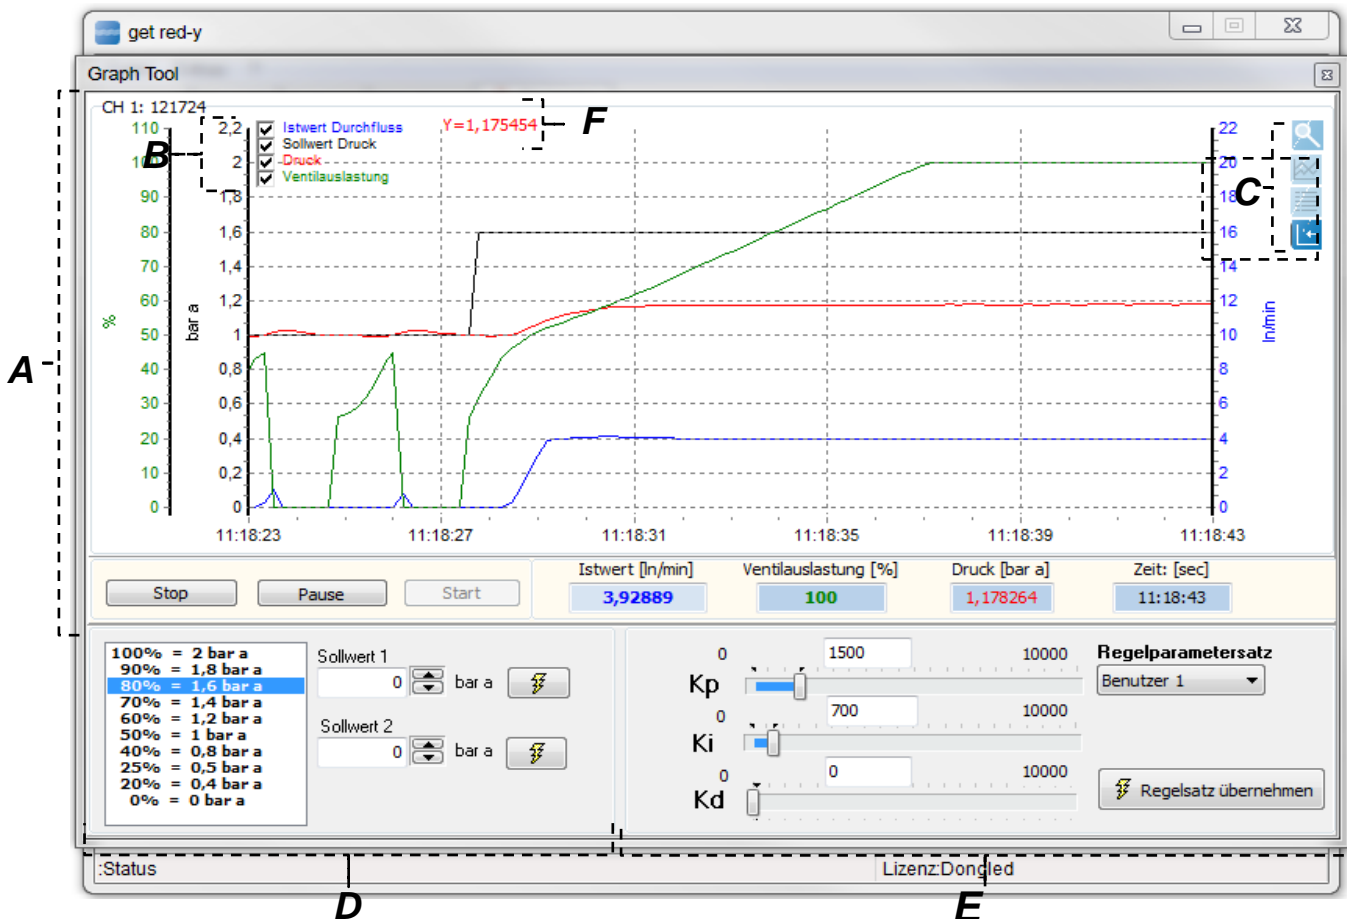
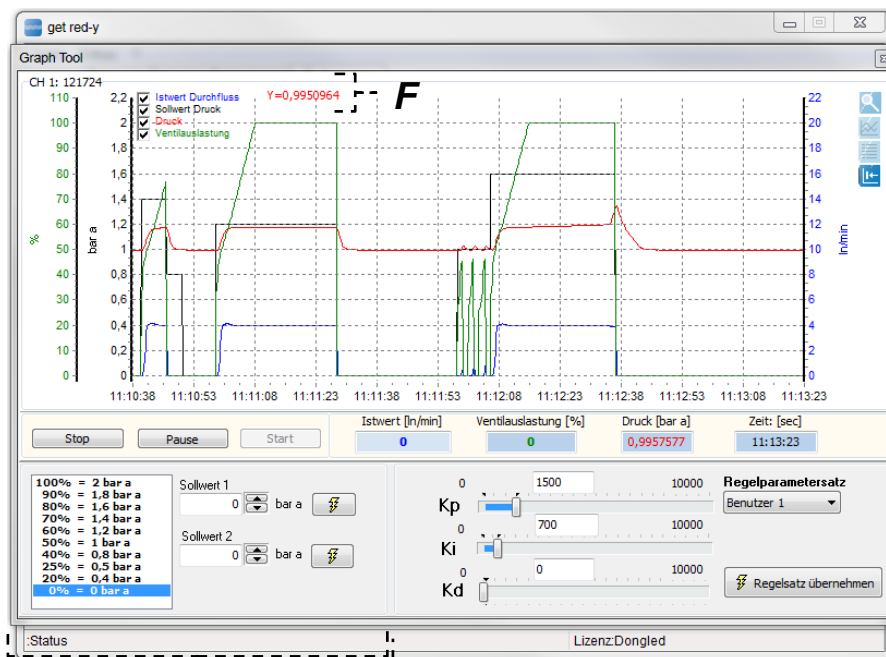

Abbildung 32: Graphische Darstellung der Messwertsignale zur Bestimmung der Regelparametersätze in fortlaufender zeitlicher Darstellung des Diagramms
Abbildung 33: Graphische Darstellung der Messwertsignale zur Bestimmung der Regelparametersätze in zeitlich gestauchter Form
Falls die Schaltfläche [Graph >>] angewählt wurde, erscheint das Fenster in Abbildung 32. Auf der linken Seite können fest vorgegebene Sollwertsprünge angeklickt werden. Durch mehrmaliges Wiederholen der gleichen Sollwertsprünge kann die Veränderung der PID-Parameter verfolgt werden. Den stärksten Einfluss auf das Überschwingen hat der I-Parameter. Erfahrungsgemäss liegt dieser zwischen 5 und 50.
- Die Daten werden als Graph visualisiert (siehe Abbildung 32 und Abbildung 33).
- Die Messdaten werden im fortlaufendem zeitlichen Verlauf dargestellt (siehe Abbildung 32, d.h. es wird nur ein bestimmter zeitlicher Abschnitt innerhalb des Diagramms dargestellt).
- Falls Sie auf die Schaltfläche im Punkt **d** klicken, wird das Bild der Schaltfläche umgeschaltet und die Messdaten werden in zeitlich gestauchter Form dargestellt (siehe Abbildung 33), d.h. es werden alle Daten der Messwertaufzeichnung in einem Diagramm dargestellt.